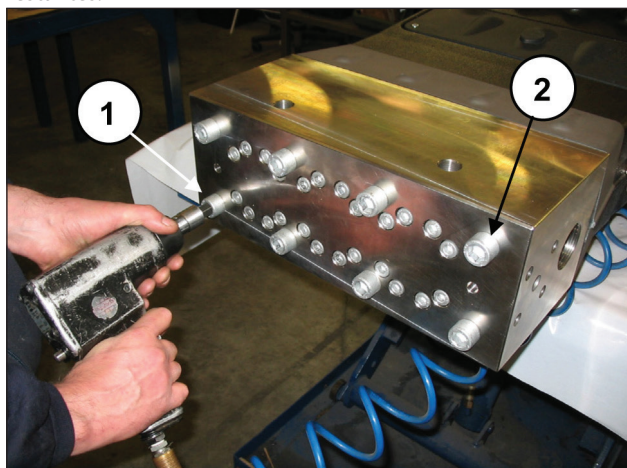
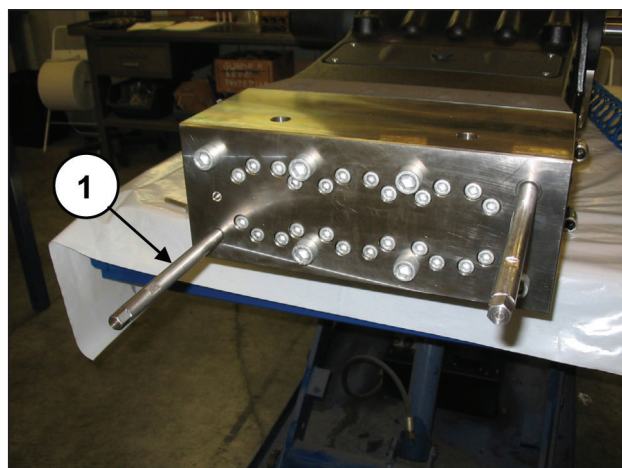

Fig. 97
Fig. 98
Solte dois parafusos de fixação do cabeçote M16x320, diametralmente opostos (pos. ① e ②, Fig. 97), substituindo-os com dois parafusos-pino de serviço (cód.27540200) (pos. ①, Fig. 98), depois proceda com a remoção dos parafusos restantes.